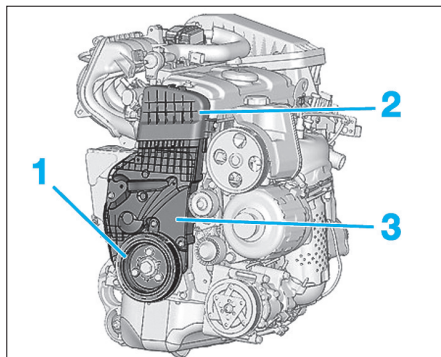

Fig. 8
- la poulie de vilebrequin (1) (Fig.8),
- le carter supérieur de distribution (2),
- le carter inférieur de distribution (3).
- le carter inférieur de distribution (3) (Fig.8),
- la poulie de vilebrequin (1),